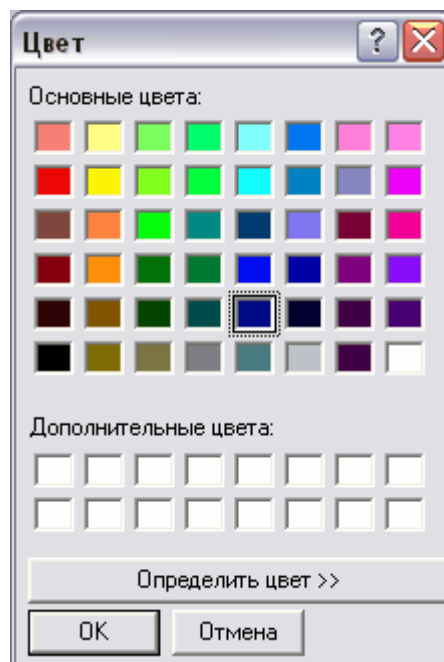

Рис. 15 Установка цвета
2. В появившемся диалоговом окне **Цвет** установите цвет элемента стандартным образом (Рис. 15).
2. В появившемся диалоговом окне **Цвет** установите цвета для всех объектов или переходов (Рис. 15).